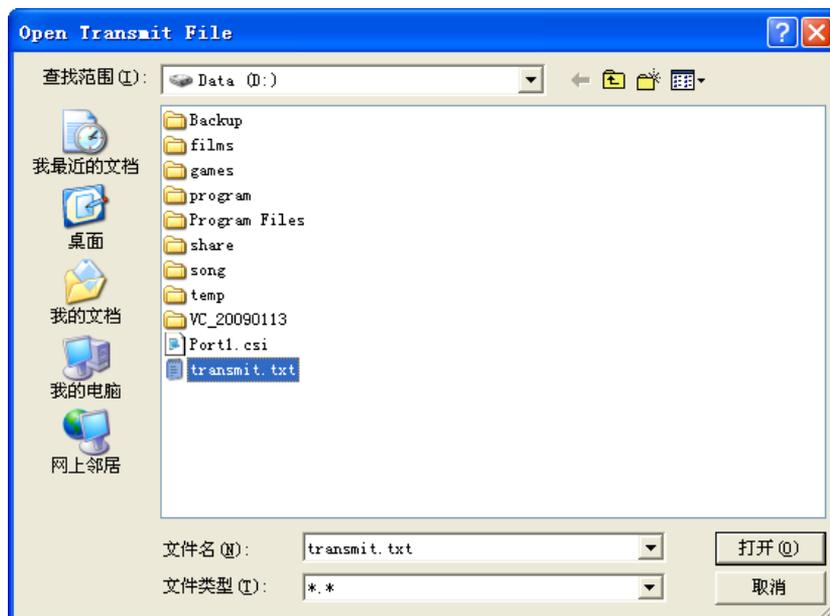

图16
**Transmit(文件发送)**选择项:当用户选择此项并点击OK按钮后会弹出Open Transmit File(打开发送文件)对话框，如图16所示：